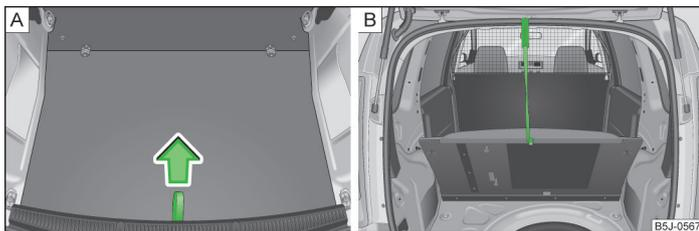

Fig. 76 Lazo para levantar el suelo de carga / sujeción del suelo de carga por medio de un gancho de plástico
- Levantar el suelo de carga por el lazo » fig. 76 - A) y fijarlo por medio del gancho de plástico (éste se ubica debajo del borde del suelo de carga) en el borde superior del hueco de la tapa del maletero » fig. 76 - B).